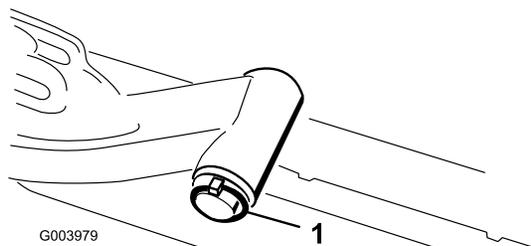

Figure 18
- A. Retirez la goupille à anneau et la rondelle qui fixent l'axe de pivot du bras de relevage au bras de relevage, et sortez l'axe de pivot du bras de relevage (Figure 18).
- C. Insérez l'axe du bras de relevage dans le bras de relevage et fixez-le à l'aide de la rondelle et de la goupille à anneau (Figure 18).